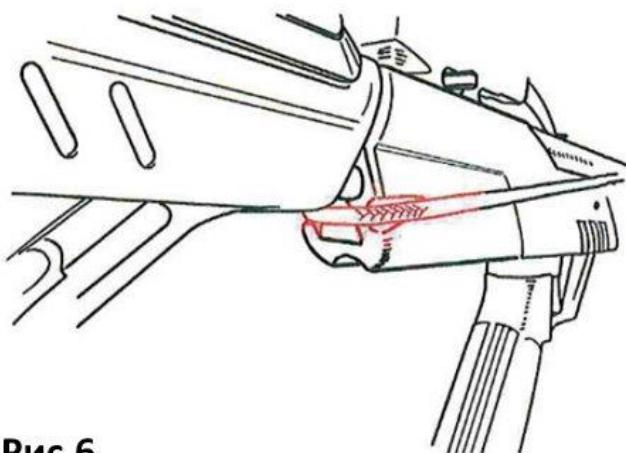

Рис.6
3. Под прикладом располагается специальное углубление, проденьте через него трос натяжителя, так чтобы рукоятки и крючки натяжителя оказались внизу (Рис.6).